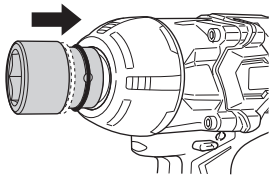

图 8
(3) 确保销不会脱落后，将 O 型环装在套筒的凹槽上。(图 8, 9)